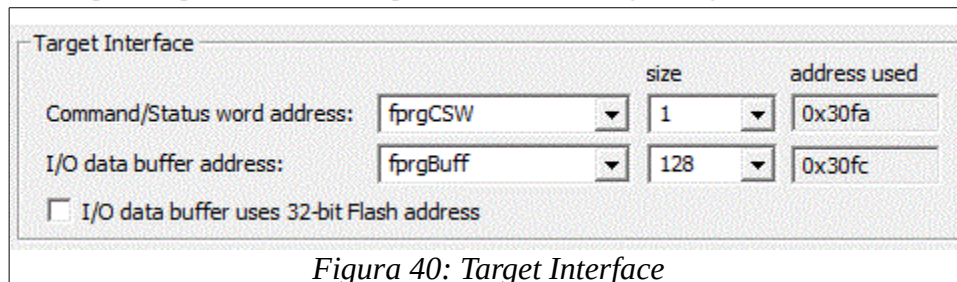
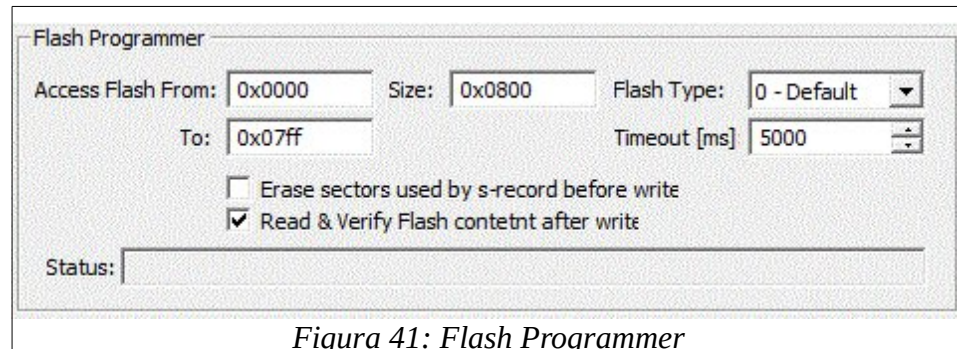

Figura 40: Target Interface
Figura 41: Flash Programmer
2. Verificare che nella parte superiore sia tutto impostato come nella Figura 40 e nella parte inferiore come nella Figura 41.